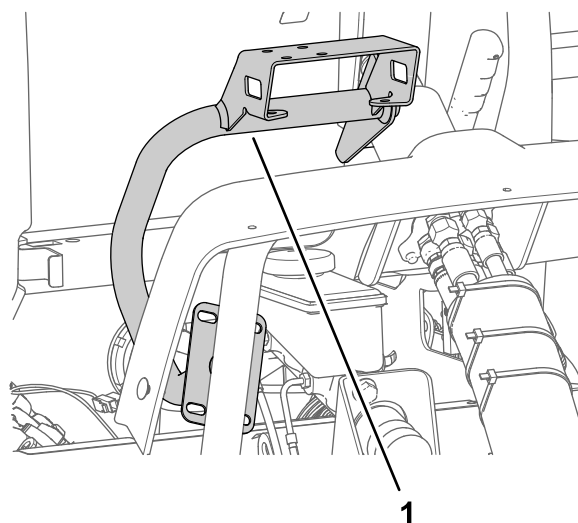

Bild 160
1. Fluchten Sie die Monitorbefestigung mit der Maschine aus, wie in Bild 160 abgebildet.